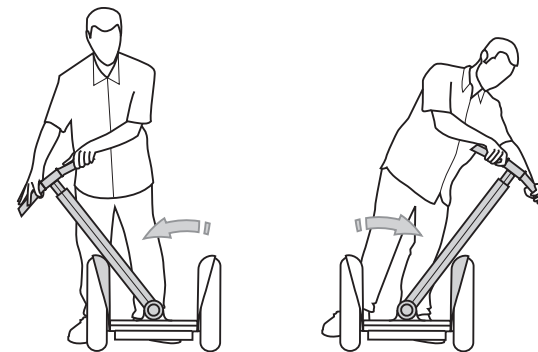

図 7. LeanSteer フレームが真っ直ぐな位置に戻ることを確認する
7. セグウェイ PT の電源をオフにして、LeanSteer フレームをフェンダーに接触するまで左右に完全に傾けて、LeanSteer フレームが真っ直ぐな位置に戻ることを確認します。図 7 を参照してください。LeanSteer フレームが真っ直ぐな位置に戻らない場合、ツールレスリリースを緩めてステップ 2 に戻ります。